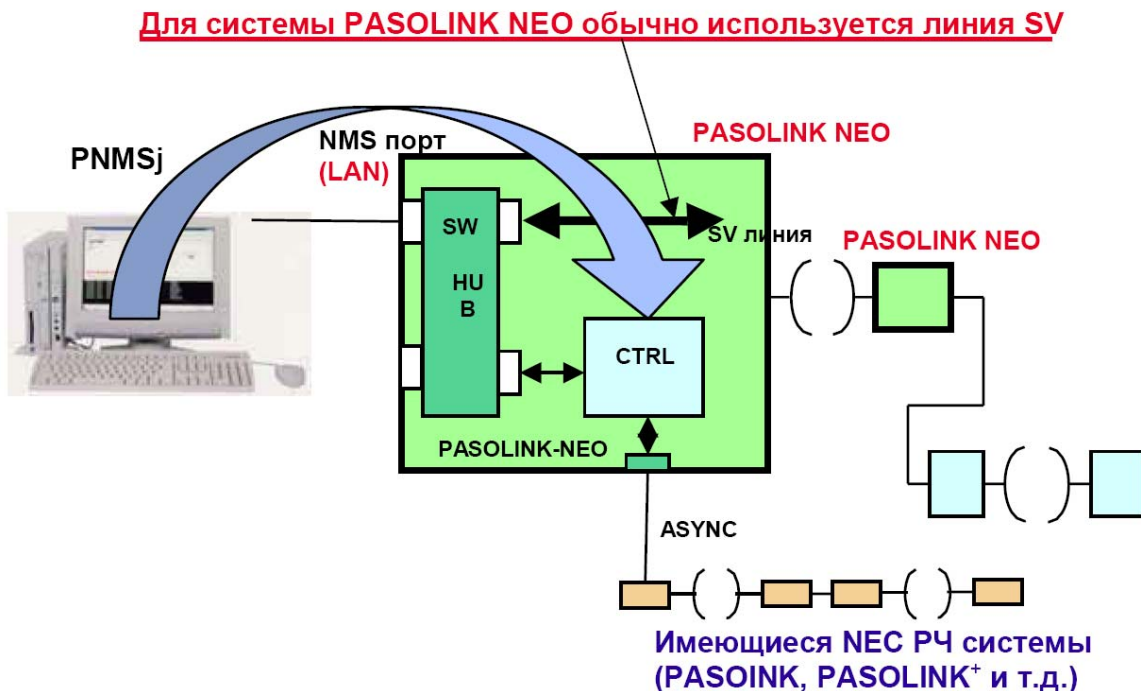

Рис. 4. Унифицированность линии SV (интерфейс SV LAN).
- унифицированность линии супервизорной линии контроля и диагностики (короче, «линии SV»): (см. рис. 4)